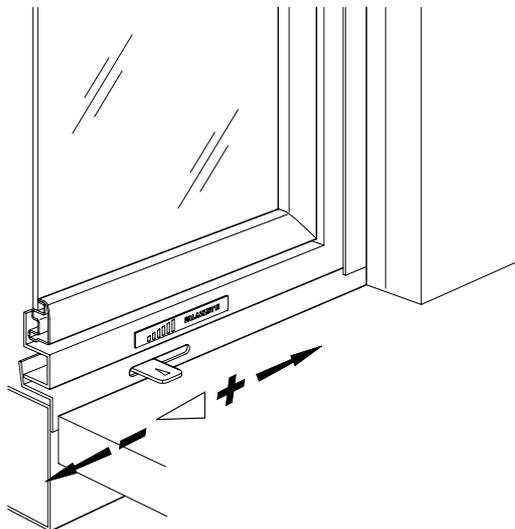

Fig. 7.1.1
- Aprire al massimo il registro dell'aria comburente (Fig. 7.1.1: - CHIUSO; + APERTO).
• Den Schieber der Verbrennungsluft ganz öffnen (Abb. 7.1.1: - GESCHLOSSEN, + OFFEN).
La **COMBUSTIONE PRIMARIA** avviene su Monoblocco ed Ecomonoblocco immettendo nel braciere, attraverso delle feritoie, aria che viene regolata dal pomello esterno posizionato in basso sulla destra del focolare (Fig. 7.1.1):
Takes place on Monobloc and Ecomonobloc models by sending air to the grate through slots. The air is adjusted by means of the external knob located on the lower right of the fire box (Fig. 7.1.1):